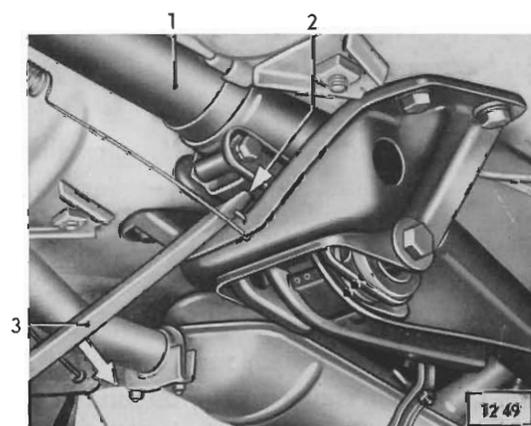

Bild 44 - Stützrohr nach vorn verschieben
- b) Sind beide Dämpfungsblöcke nach hinten (42/C) verspannt, Stützrohr mit Montierhebel nach vorn verschieben (Bild 44). Anschließend Schrauben festziehen.